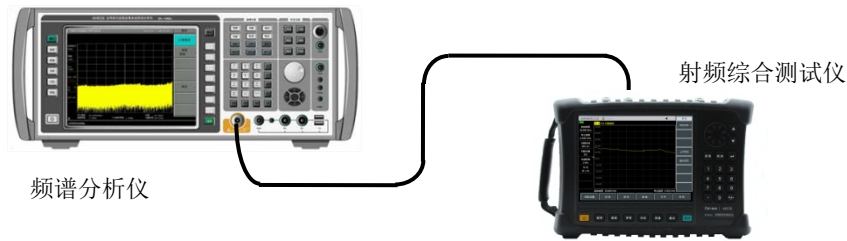

图16-1 频率范围与频率准确度测试框图
- c) 如图16-1连接综测仪器，综测仪的端口1（射频输出口）连接到频谱分析仪的RF输入端口，设置频谱分析仪的参考电平10dBm，打开频率计数功能；